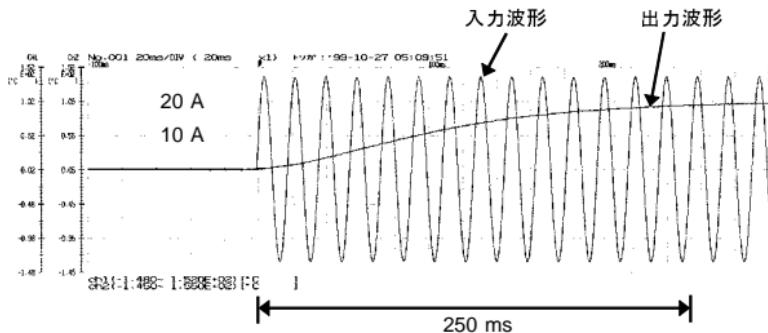

図2 出力応答波形（立上り）
- ・**REC** 出力はアナログ出力です。f.s.入力時の出力応答時間は立上がり (0%→90% 約 250 ms) と立下がり (100%→10% 約 500ms) で違いがあります。(図 2, 3 参照) また、測定値がレンジに対して小さいほど応答時間が長くなります。